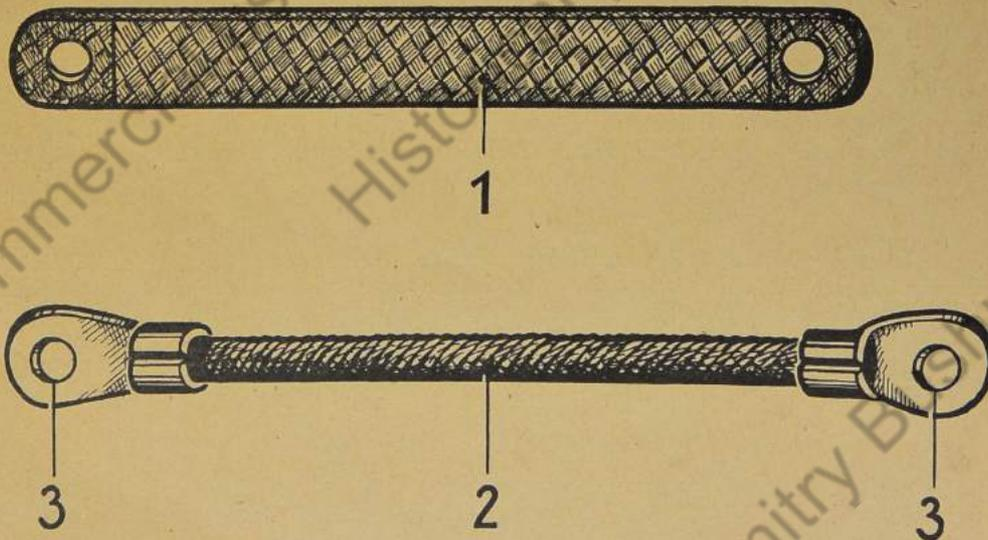

Bild 885: Massebänder
1. Einwandfreie blanke und rostsihere Masseverbindung (möglichst spritzverzinkt) (Bild 885).